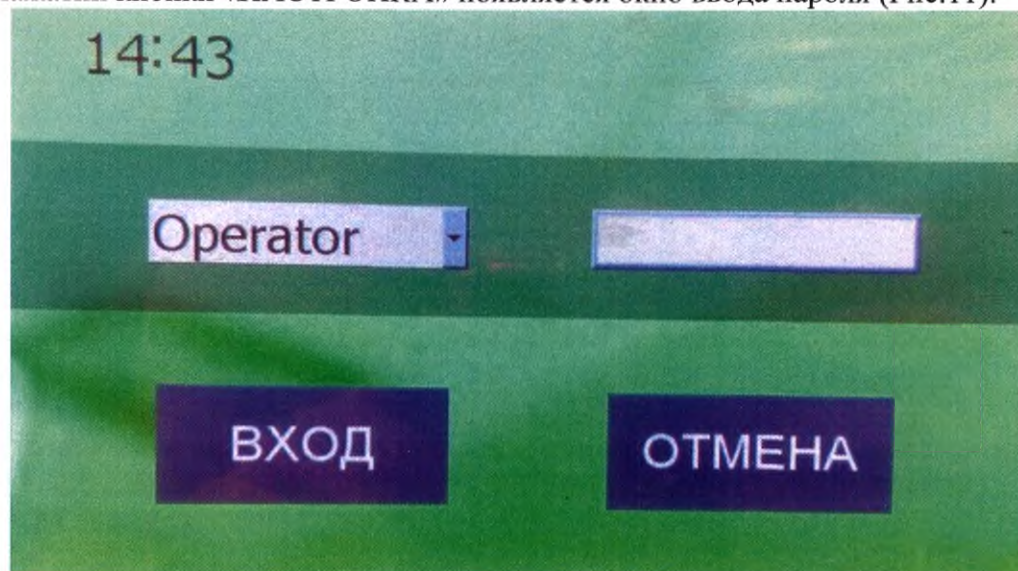

Рис. 11.
9.1. При нажатии кнопки «НАСТРОЙКА» появляется окно ввода пароля (Рис.11).